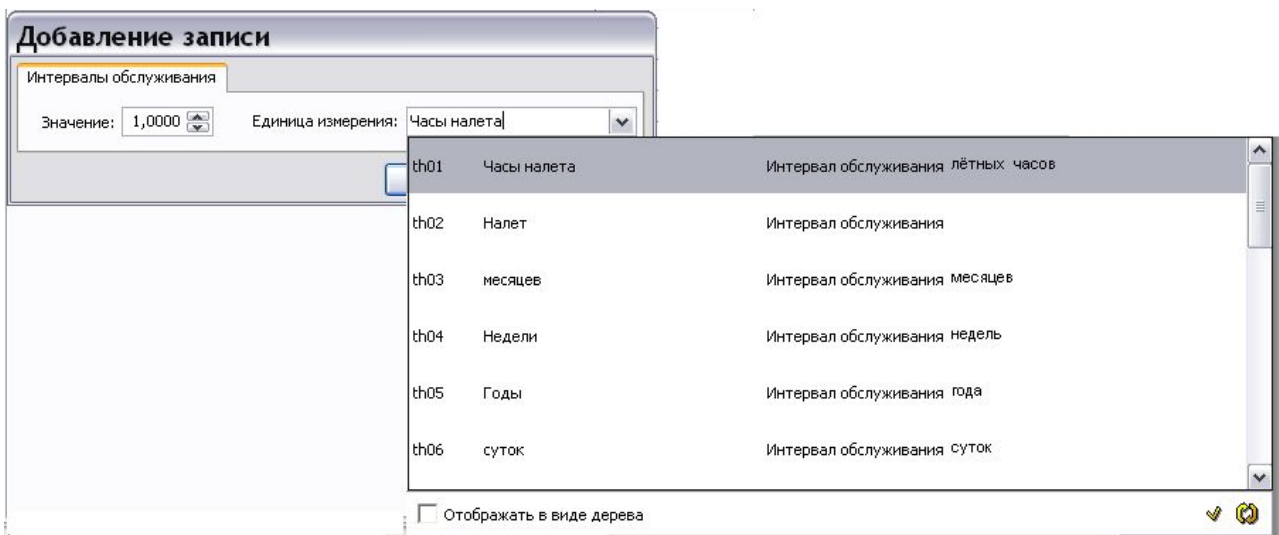

Рис. 5.26
4. Окно единиц измерения можно также вызвать, нажав на кнопку , расположенную справа от поля ввода **Единица измерения** (Рис. 5.26).